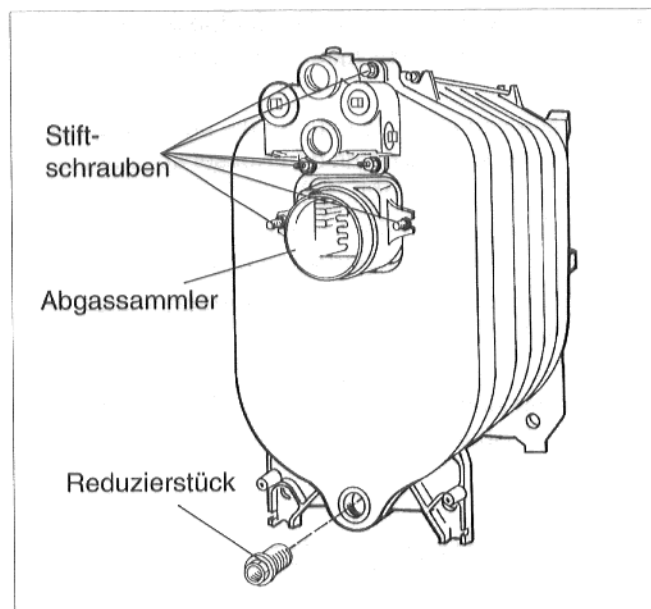

Abb. 13
- Anschlußformstück mit vier Stiftschrauben, Scheiben und Muttern am Hinterglied des Heizkessels anschrauben (Abb. 13).
- Abgassammler auf die beiden Gewindestifte im Hinterglied aufsetzen und mit Unterlegscheibe und Mutter am Hinterglied anschrauben (Abb. 13).
- Reduzierstück 1 1/2" auf 1/2" (bauseitig) in die untere Kesselnahe eindichten (Abb. 13).